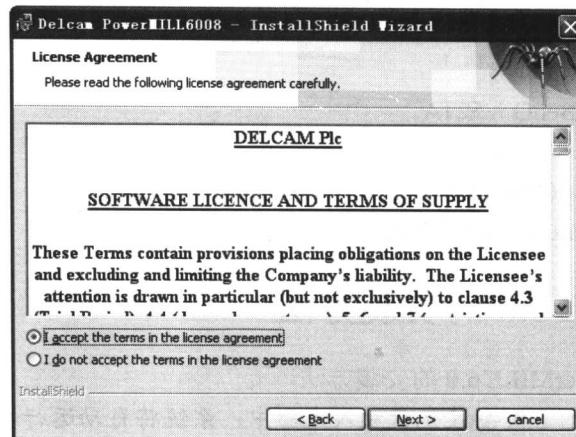

图1-3 软件许可协议界面
3. 单击 **Next >** 按钮, 进入如图 1-3 所示的软件许可协议界面。